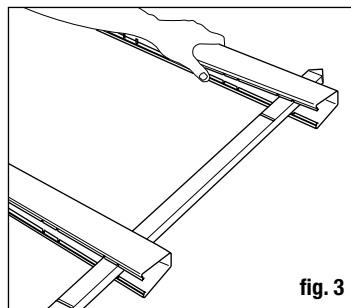

fig. 3
- Continúe empujando la estaca a través del barandal inferior por la apertura y el agujero del segundo barandal (fig. 3). El segundo barandal se convierte en el barandal superior del conjunto. Deténgase cuando la pestaña del barandal inferior y la ranura de la estaca se alineen. **NO LA ENCAJE A PRESIÓN EN SU SITIO.**